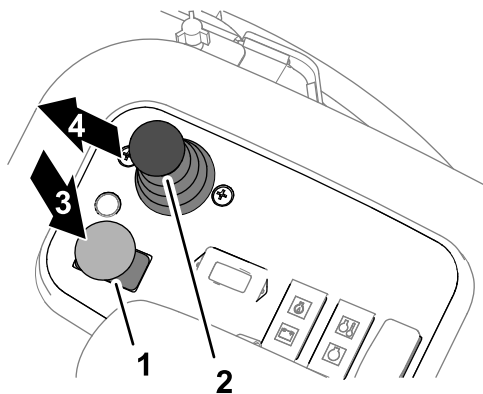

图 35
3. 将滚刀组驱动开关移至分离 图 35。
5. 使用降下剪草/提升控制杆降下滚刀组图 35。